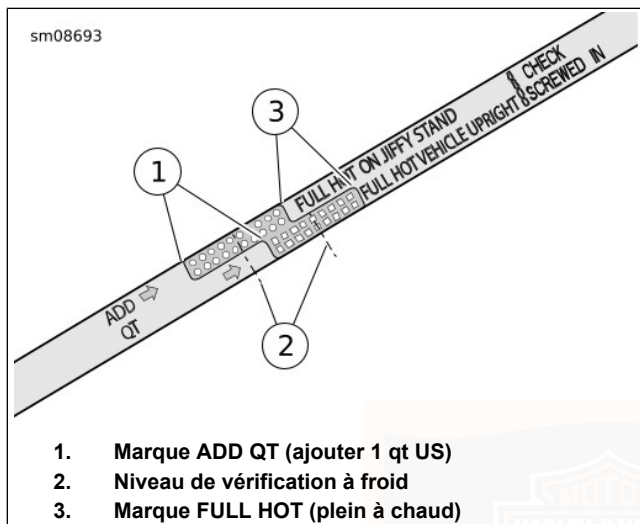

Figure 64. Jauge d'huile moteur
Voir Figure 64. Lors du contrôle du niveau d'huile, utiliser la jauge marquée FULL HOT VEHICLE UPRIGHT (plein, véhicule chaud redressé).
3. Voir Figure 64. Déposer le bouchon de remplissage/la jauge. En utilisant la jauge marquée FULL HOT VEHICLE UPRIGHT (plein, véhicule chaud redressé), vérifier le niveau d'huile. Le niveau d'huile correct est le point médian (2) entre les repères ADD QT (ajouter 1 qt) et FULL HOT (plein à chaud) sur la jauge.
6. Vérifier le niveau d'huile. Ajouter juste assez d'huile pour amener le niveau d'huile entre le repère ADD QT (1) et le repère FULL HOT (3).
4. Voir Figure 64. Déposer le bouchon de remplissage/la jauge. En utilisant la jauge marquée FULL HOT VEHICLE UPRIGHT (plein, véhicule chaud redressé), vérifier le niveau d'huile. Le niveau doit se trouver entre les repères Ajouter ADD QT (ajouter 1 qt) FULL HOT (plein à chaud) (3). Ajouter suffisamment d'huile pour que le niveau atteigne le repère FULL HOT (plein à chaud) sur la jauge. Ne pas trop remplir le réservoir.